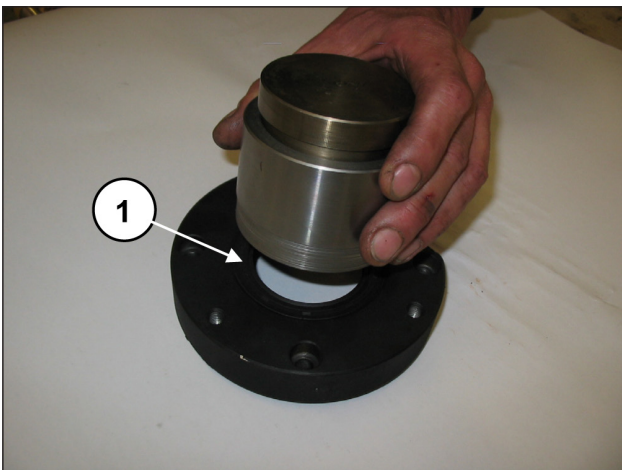

Fig. 63
Pré-monte as coberturas do rolamento PTO direito e esquerdo: Insira o anel de estanqueidade radial no interior da cobertura do rolamento PTO, mediante o uso da ferramenta cód. 27548200 (pos. ❶, Fig. 63).